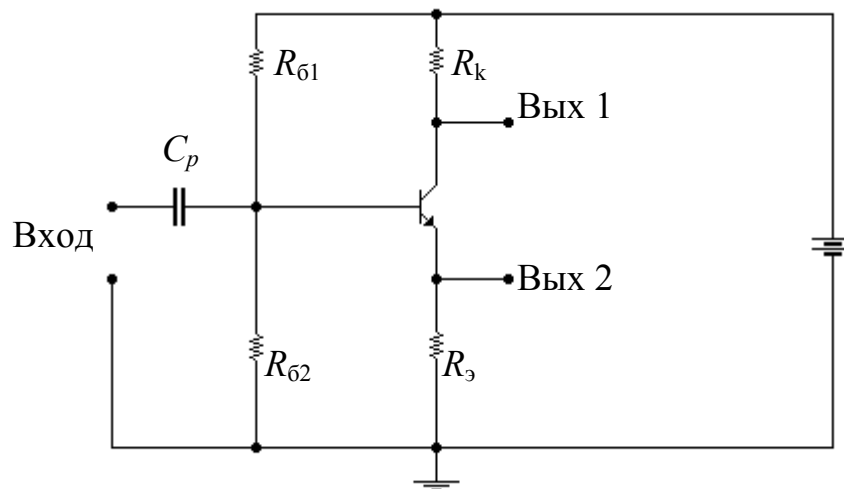

Рис. 7.1. Фазоинверсный каскад с разделенной нагрузкой
Принципиальная схема фазоинверсного каскада с разделенной нагрузкой показана на рис. 7.1.
1. Соберите схему фазоинверсного каскада с разделенной нагрузкой (рис. 7.1). Для того чтобы обеспечить равенство выходных напряжений на средних частотах,  $R_к$  и  $R_э$  следует выбрать одинаковыми. Делитель в цепи базы определяется выбранным режимом и током делителя  $I_{дел}$  (обычно его выбирают в 2-10 раз больше тока базы в рабочей точке  $I_{б0}$ ):